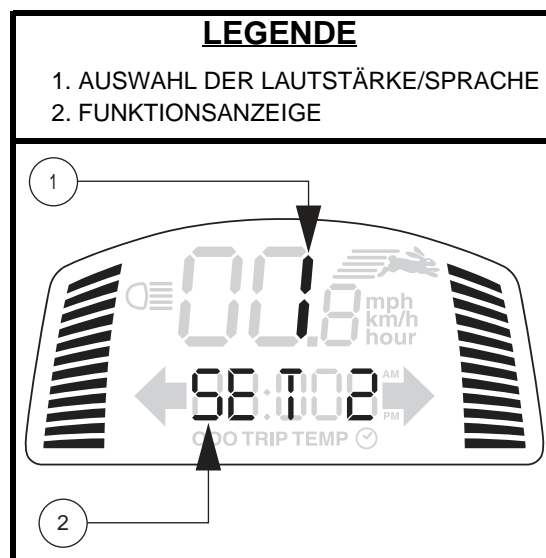

Abb. 5. Anzeige der Lautstärkeeinstellung
HINWEIS: Die Blinker sind so eingestellt, dass sie sich nach 15 Sekunden automatisch abschalten. Während der Blinker aktiv ist, ertönt ein Warnton. Siehe Abbildung 5 für die Einstellung der Lautstärke.
HINWEIS: Wenn die 4-Wege-Blinker blinken, ertönt für die Dauer der eingeschalteten Warnblinker zusätzlich ein Warnton. Siehe Abbildung 5 für die Einstellung der Lautstärke.
- Drücken Sie den **High-Low**-Knopf einmal, um die Geschwindigkeit auf „High“ („Hoch“) einzustellen. Die High-Low-Anzeige wird auf dem LCD-Bildschirm angezeigt. **Siehe Abb. 5.** Wenn Sie diese Einstellung zusammen mit den Einstellungstasten für die Geschwindigkeit verwenden, kann das Elektromobil Geschwindigkeiten bis zur voreingestellten Maximalgeschwindigkeit des Elektromobils erreichen.
Mit Hilfe dieser Einstellknöpfe können Sie die Geschwindigkeit Ihres Elektromobils vorauswählen und begrenzen. Angezeigt wird sie in der Anzeige für die Maximalgeschwindigkeit auf dem LCD-Bildschirm. **Siehe Abb. 5.**
Die Lautstärke der Warnblinker, der Hupe, des Signaltons bei geringer Spannung, der Blinker und der Piepstöne bei Fehlermeldungen kann separat erhöht, reduziert oder ausgeschaltet werden. **Siehe Abb. 5.**